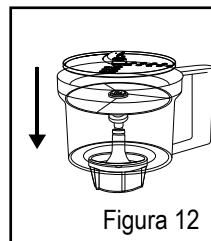

Figura 12
- 2b. Coloque um dos dois discos reversíveis para fatiar/ralar na parte superior do adaptador do disco para ejetar os alimentos (Figura 12).